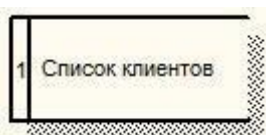

Рисунок 3. Хранилище данных в DFD
**Хранилище данных.** В отличие от стрелок, описывающих объекты в движении, хранилища данных изображают объекты в покое (рис. 3). Хранилище данных - это абстрактное устройство для хранения информации, которую можно в любой момент поместить в накопитель и через некоторое время извлечь, причем способы помещения и извлечения могут быть любыми. Оно в общем случае является прообразом будущей базы данных, и описание хранящихся в нем данных должно соответствовать информационной модели (Entity-Relationship Diagram).